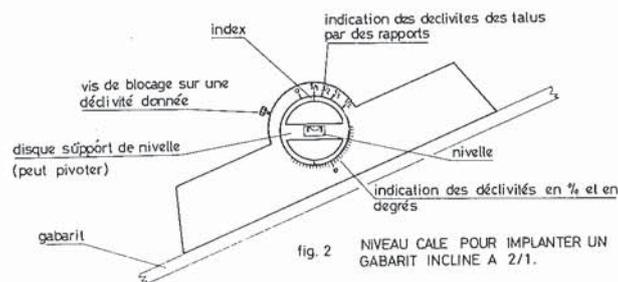

fig. 2 NIVEAU CALE POUR IMPLANTER UN GABARIT INCLINÉ A 2/1.
- un niveau de déclivité (voir figure 2).